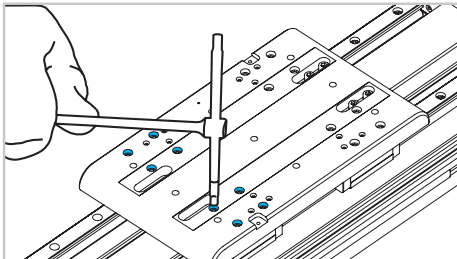

Fig. 8
- 7) Retirer les vis sur le dessus du chariot (fig. 8).